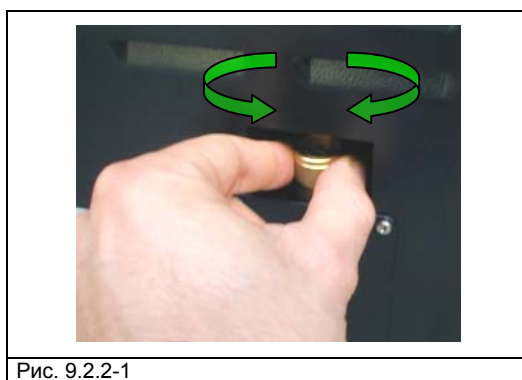

Рис. 9.2.2-1
2. Открутите болт (Рис. 9.2.2-1) расположенный в верхней части клапана, вращая его против часовой стрелки, до конца резьбы, пока он не будет свободно проворачиваться.